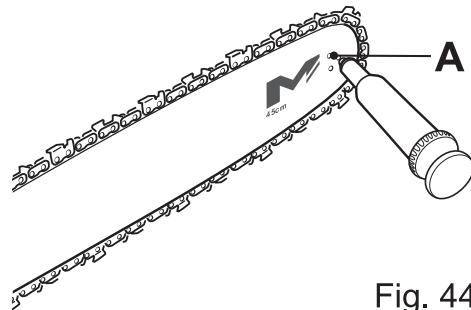

Fig. 44
**NOTA:** No es necesario retirar la cadena de la sierra (3) para lubricar la rueda dentada. Se puede realizar la lubricación en el trabajo.
- > Limpie la rueda dentada (5).
- > Con una pistola de lubricación desechable, inserte la punta de la aguja en el orificio de lubricación (Fig. 44, A) e inyecte grasa hasta que aparezca en el borde exterior de la rueda dentada (5) (Fig. 44).